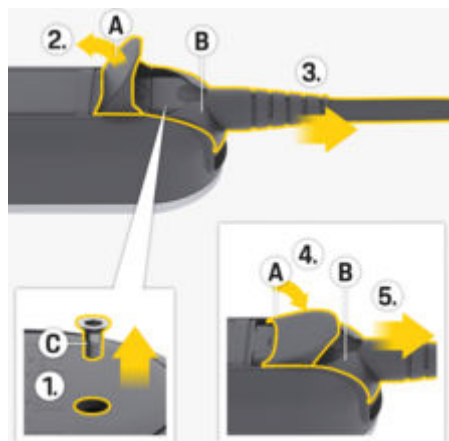

Fig. 49: Débranchement du câble de raccordement au secteur
1. Desserrez la vis **C** (Fig. 49) à l'aide d'un outil approprié.
2. Ouvrez entièrement le volet **A** (Fig. 49).
3. Sortez le connecteur **B** (Fig. 49) jusqu'au premier point de résistance.
4. Fermez le volet **A** (Fig. 49) jusqu'à environ 15 degrés (le volet doit reposer sur le connecteur **B** (Fig. 49)).
5. Débranchez entièrement le connecteur **B** (Fig. 49).